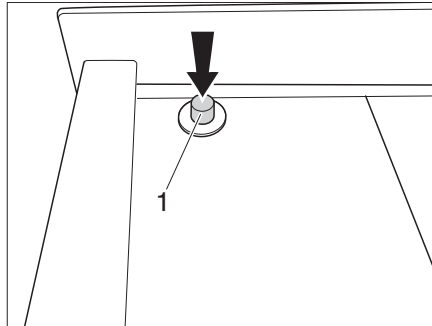

Bild 5 Centrallås – låsa
► Tryck på tryckknappen (Bild 5,1).